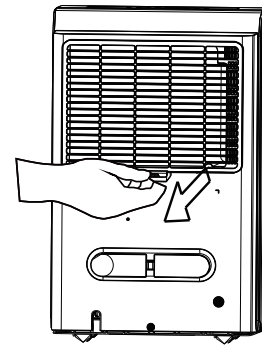

Figure 14
- Pour retirer le filtre, tirer le filtre vers l'extérieur (Voir Fig.14).